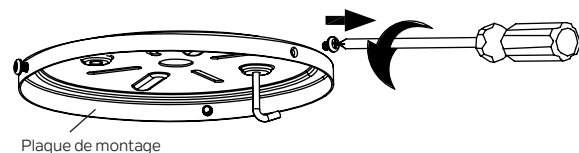

Fig. 10
**Étape 1.** Retirez l'une des trois vis de la plaque de montage et conservez-la pour une utilisation ultérieure. Desserrez les deux autres (ne les retirez pas). (Fig. 10)